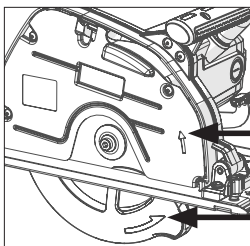

Fig. 6
- Montați discul (nou). Asigurați-vă că săgețile imprimate pe disc, care indică direcția de rotație, corespund săgeților de direcție a rotației de pe scuturile de disc superior și inferior ale unelei. **(Fig. 6).**